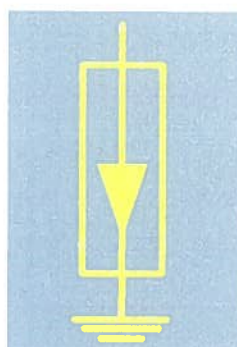

Fig. 7.118
3. Dacă elementul la care este racordat descărcătorul cu rezistență variabilă este în starea de **„legat la pământ”**, DRV-ul va fi reprezentat cu culoarea galben indiferent de nivelul de tensiune. Fig. 7.118